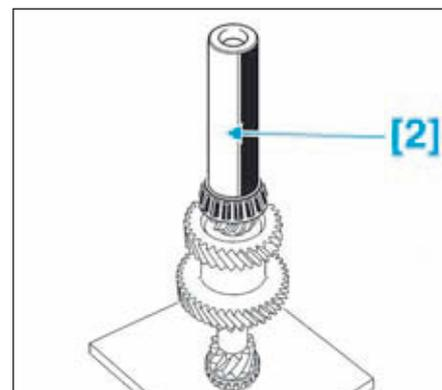

FIG.24
- Reposer les roulements à rouleaux coniques à l'aide de l'outil [2] indice "M" (Fig.24).